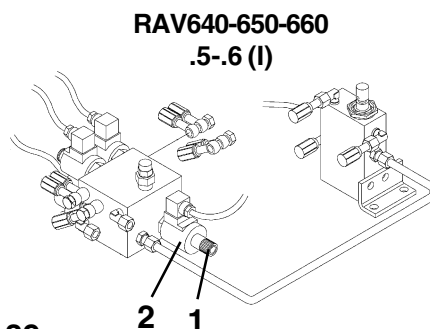

Fig. 39
- estrarre la ghiera (1 Fig.39) dall'elettrovalvola; rimuovere il solenoide (2) quindi riavvitare a fondo la ghiera (1).
- remove ring nut (1 Fig.39) from solenoid valve; remove solenoid (2), then tighten ring nut (1) again.
- die Nutmutter (1 Abb. 39) aus dem Elektroventil herausziehen; die Solenoide (2) entfernen, dann die Nutmutter (1) vollständig einschrauben.
- extraire le collier (1 Fig.39) de l'électrovanne, enlever le solénoïde (2) puis revisser le collier à fond (1).
- extraer la virola (1 Fig.39) de la electroválvula; quitar el solenoide (2) luego atornillar nuevamente a tope la virola (1).